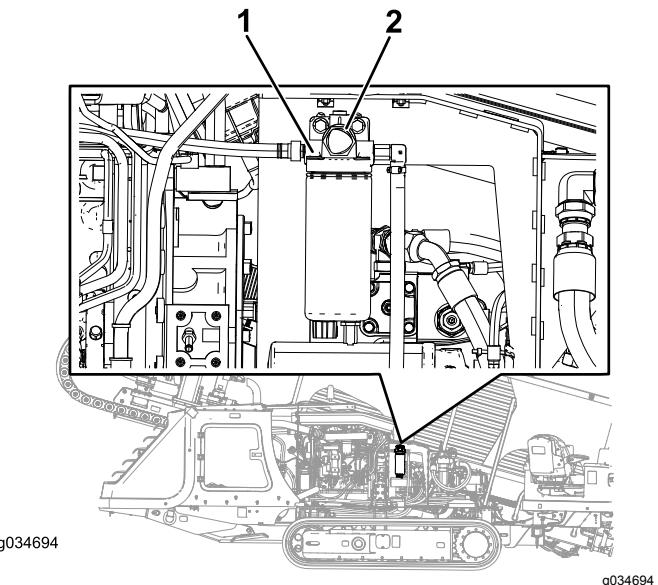

Figura 98
- Localice el botón de CEBADO en la parte superior del adaptador del filtro de combustible primario (Figura 98).
- 7. Pulse y suelte repetidas veces el botón de CEBADO hasta que note resistencia al presionar el botón de CEBADO (Figura 98).
3. Coloque trapos limpios bajo el filtro de combustible primario (Figura 98).
4. Afloje las abrazaderas de las mangueras y separe el filtro de combustible primario de las mangueras de combustible (Figura 98).
6. Deslice las mangueras sobre el accesorio de manguera del filtro de combustible primario y apriete las abrazaderas (Figura 98).